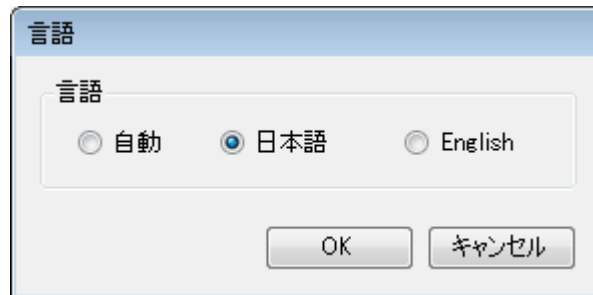

図 3-5. 言語設定
- (1) メニューバーの[ツール]-[言語]を選択します。
- (2) [言語]の画面が表示されます。(図 3-5)